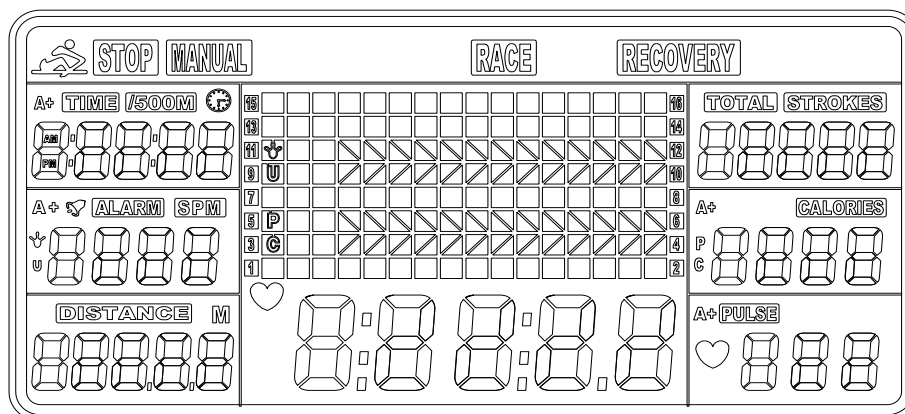

Fig. 1
1. Installer les 2 piles AA (incluses) et le compteur émet un signal sonore pendant 2 secondes (Fig. 1).